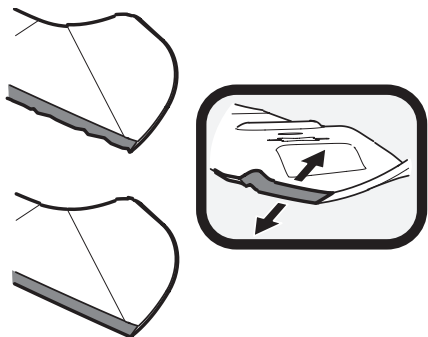

Figure 51
1. Pour aiguiser correctement les lames de coupe, aiguisiez les deux tranchants des lames de façon égale, parallèlement à la voile, à un angle de 25° à 30°. Aiguisiez toujours chaque lame de coupe de façon égale pour assurer l'équilibre des lames. Voir Figure 51.